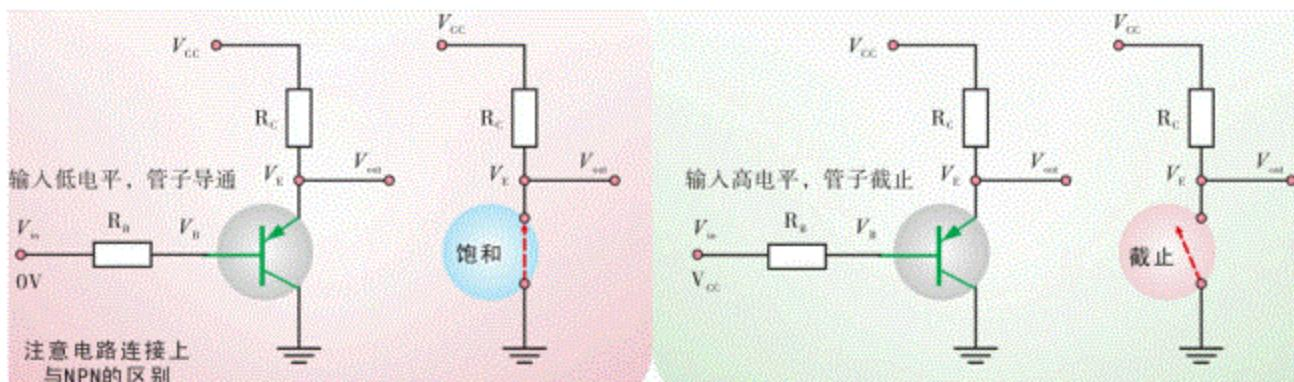

图9.45 PNP型三极管的控制动作
**控制(输入)信号为高电平时，三极管截止；控制信号为低电平时，三极管饱和导通，如图9.45所示。**